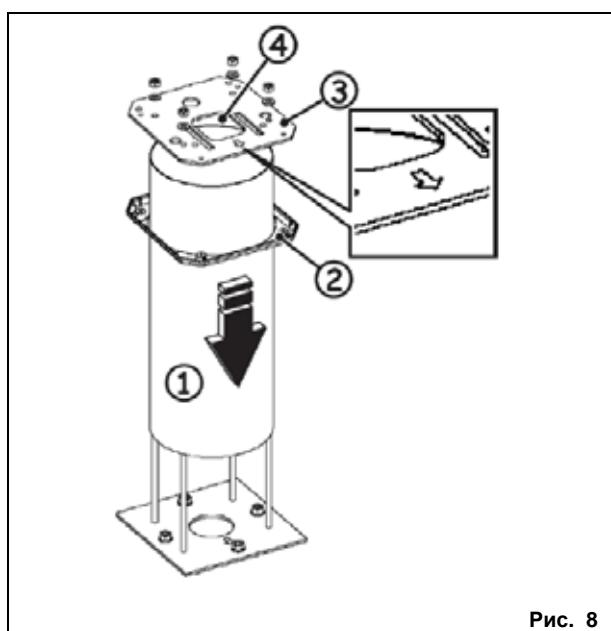

Рис. 8
- Установить на крепежную плиту опорный цилиндр (рис. 8, поз. 1).
- Надеть на цилиндр нижнее основание пластмассового корпуса (рис. 8, поз. 2) и пока оставить его в незакрепленном положении.
- Установить верхнюю плиту (рис. 8, поз. 3), протянуть кабели через квадратное отверстие (рис. 8, поз. 4), так чтобы длина выступающих концов была не меньше 600 мм.